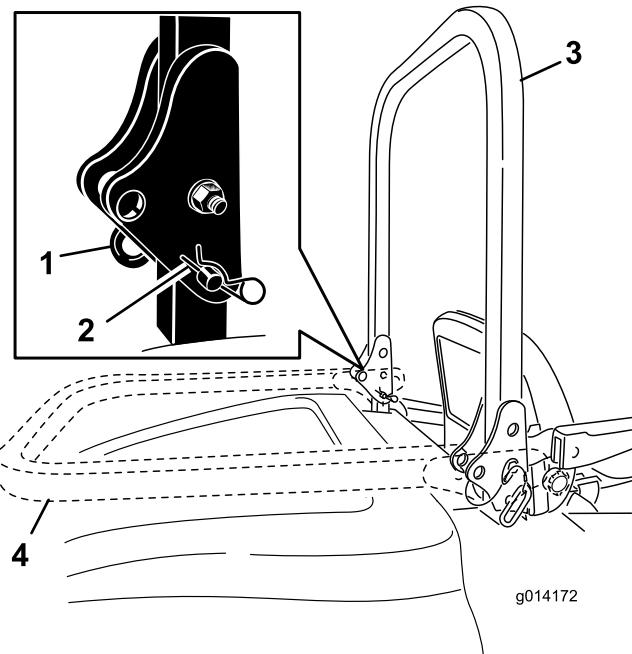

図 10
- ROPSを下げるには、バーを前方に押して固定ピンに掛かっている力をゆるめた状態で、左右の固定ピンを抜き取る(図10)。
- バーを降ろす(図10)。
- ピンとヘアピンコッターで固定する(図10)。
- ROPSを立てるには、機体の左右でヘアピンコッターを抜き、ピンを外す(図10)。
- ROPSをまっすぐに立ててピンで固定し、ヘアピンコッターでロックする(図10)。